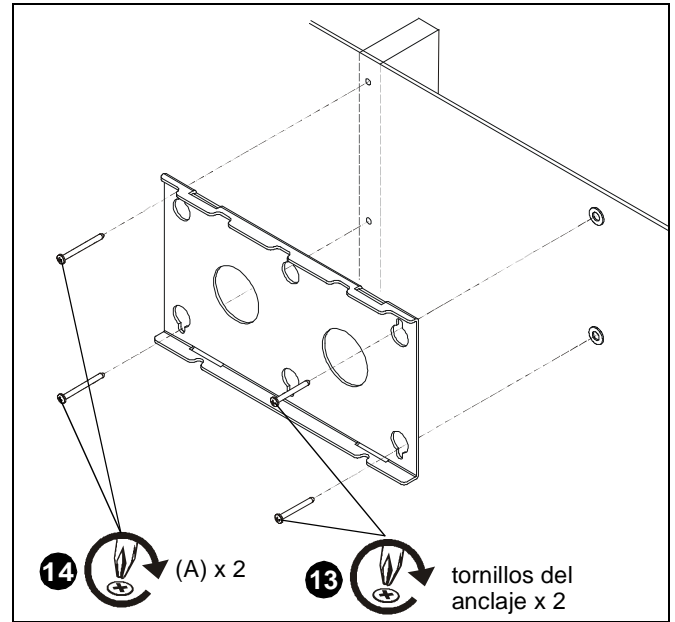

Figura 6
12. Quite y retenga los tornillos de anclaje (P) de los anclajes.
13. Inserte los tornillos del anclaje a través del soporte de pared (R) e instale en los anclajes colapsados (P). (Consulte la Figura 6)
14. Instale dos tornillos Phillips autoperforantes #10 x 64 mm (2 1/2") (A) a través del soporte de pared (R) y hacia el montante de madera. (Consulte la Figura 6)